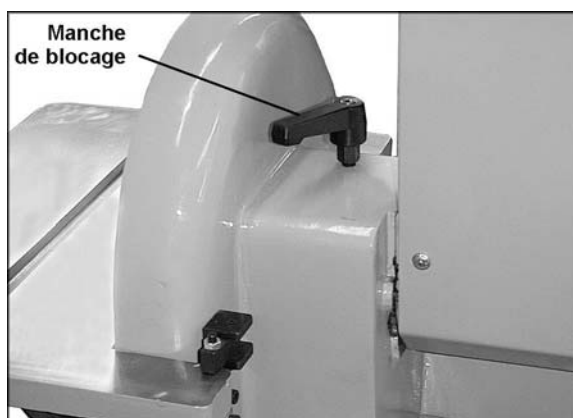

Figure 18
1. Desserrez le *manche de verrouillage* illustré sur la Figure 18.
4. Resserrez le manche de verrouillage (Figure 18).